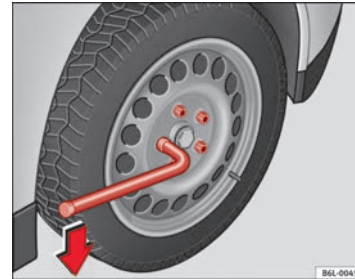

Abb. 136 Radwechsel: Radschrauben lockern
- Greifen Sie das Ende des Radschlüssels und drehen Sie die Schraube etwa eine Umdrehung nach **links** ⇒ Abb. 136.